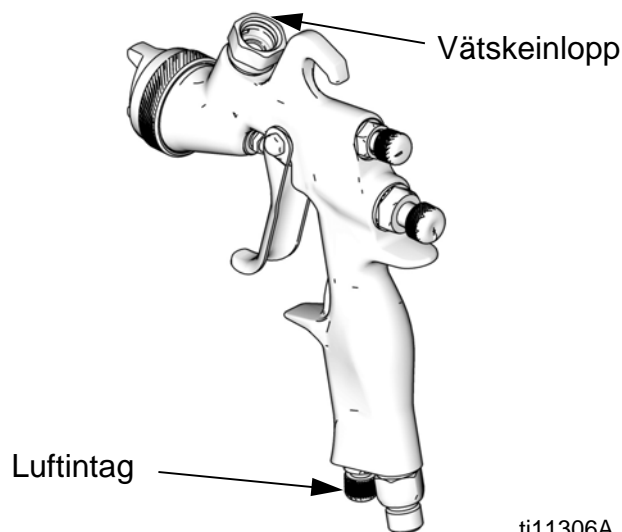

FIG. 1
4. Anslut en ren och torr, filtrerad tryckluftstillförselnsenhet till luftinloppskopplingen. Se FIG. 1.